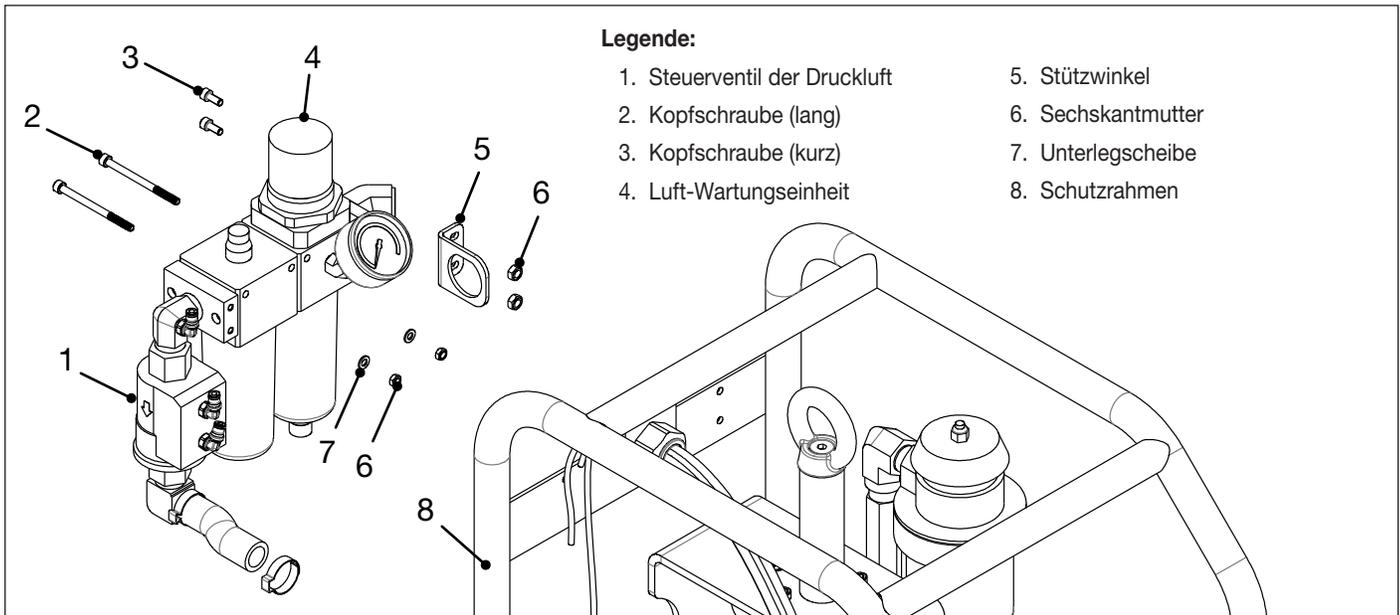

Abbildung 16: Luft-Wartungseinheit, Steuerventil der Druckluft und Befestigungsmaterial
4. Entfernen Sie zwei Kopfschrauben, mit denen die Luft-Wartungseinheit am Schutzrahmen befestigt ist. Siehe Abbildung 16.
5. Entfernen Sie zwei Kopfschrauben, mit denen der Stützwinkel am Schutzrahmen befestigt ist. Siehe Abbildung 16.
21. Befestigen Sie die Luft-Wartungseinheit mit zwei Schrauben, Unterlegscheiben und Sechskantmuttern am Schutzrahmen. Tragen Sie auf alle Schraubengewinde Loctite 243 Gewindeversiegelung auf und ziehen Sie diese mit einem Drehmoment von 6,2-7,3 Nm [55-65 in-lbs] an. Siehe Abbildung 16.
22. Bringen Sie den Stützwinkel mit zwei Schrauben und Sechskantmuttern am Schutzrahmen an. Tragen Sie auf alle Schraubengewinde Loctite 243 Gewindeversiegelung auf und ziehen Sie diese mit einem Drehmoment von 6,2-7,3 Nm [55-65 in-lbs] an. Siehe Abbildung 16.